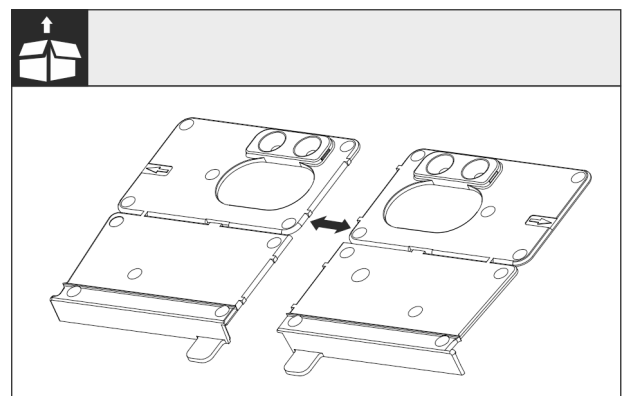

Fig. 27
► Oddělte montážní úhelník dna Fig. 27 () v perforaci.